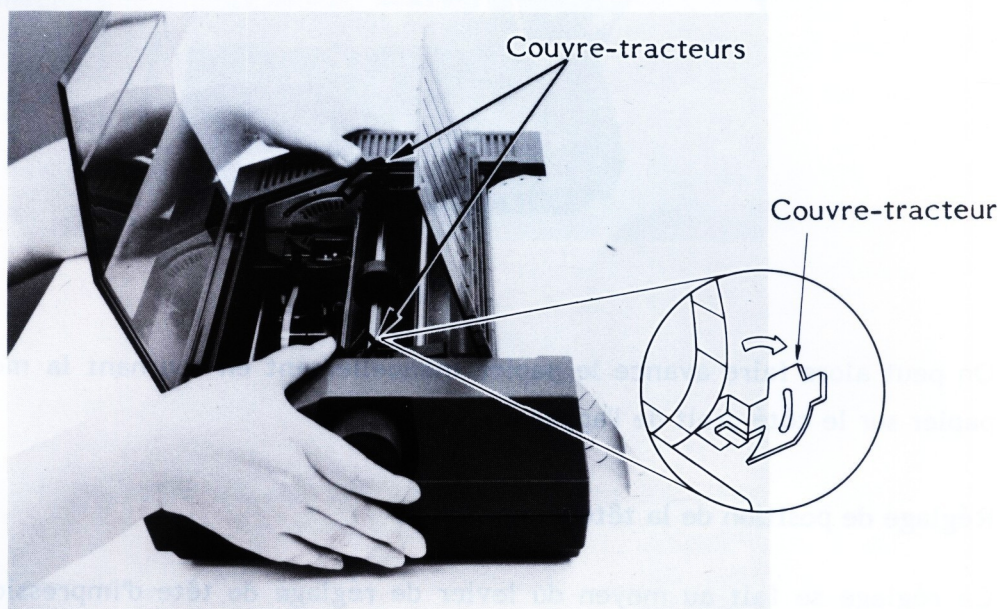

Figure 8
5. Ouvrir les couvre-tracteurs en les basculant vers l'extérieur (voir la figure 8).